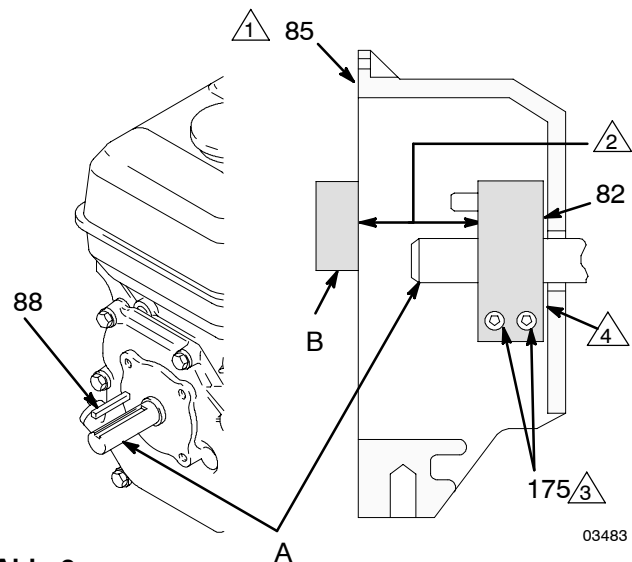

Abb. 9
4. Abb. 9. Zwei Schrauben (175) an der Klammer (82) lösen.
5. Einen Schraubenzieher in den Schlitz in der Klammer (82) drücken und die Klammer entfernen.
1. Abb. 9. Motorwellenkeil (88) einbauen.
2. Die Klammer (82) mit einem Plastikhammer auf die Motorwelle (A) klopfen. Den unter Hinweis 2 angegebenen Abstand einhalten. Die abgechrägte Seite muss zum Motor gerichtet sein.